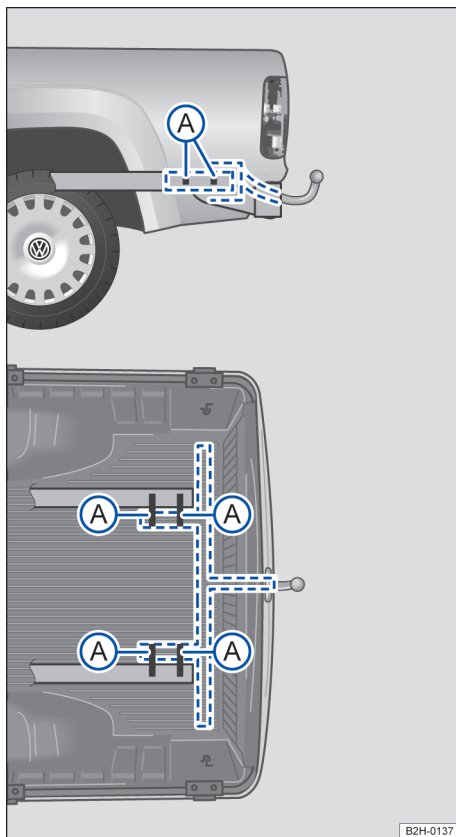
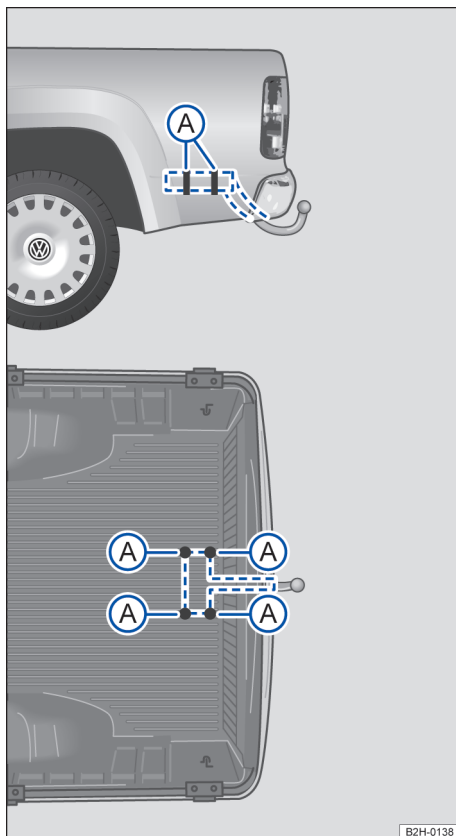

Fig. 138 Veículos sem para-choque: pontos de fixação para instalação posterior de um dispositivo de reboque.
Fig. 139 Veículos com para-choque: pontos de fixação para a instalação posterior de um dispositivo de reboque.
A instalação posterior de um dispositivo de reboque deve ser feita conforme as indicações do fabricante do dispositivo de reboque. O dispositivo de reboque deve ser fixado nos pontos indicados → Fig. 138 (A) (veículos sem para-choque), e → Fig. 139 (A) (veículos com para-choque).